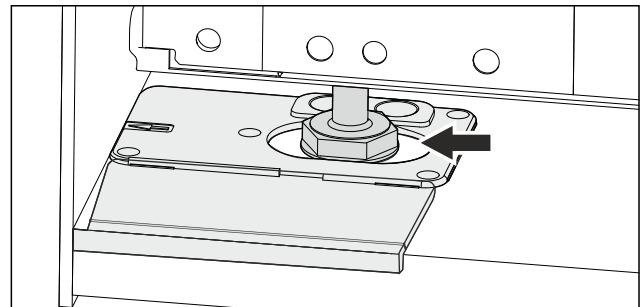

Fig. 45
- Вирівняйте пристрій з допомогою ніжок. Fig. 45 ()